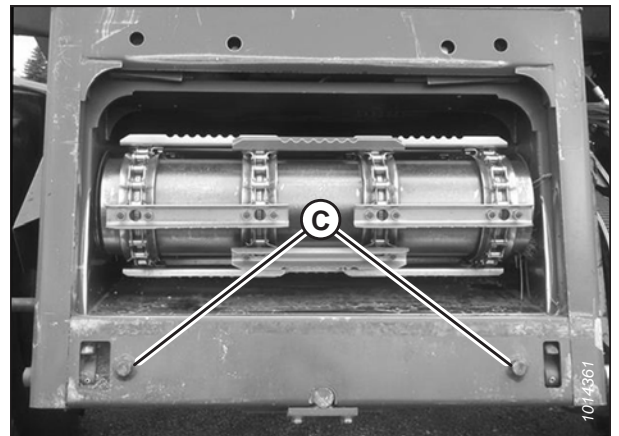

Figura 3.98: Clavijas de alineación del grupo AGCO
Asegúrese de que los pasadores de alineación (C) (consulte la Figura 3.98, página 87) en el alimentador estén alineados con los orificios (B) en el bastidor del módulo de flotación.